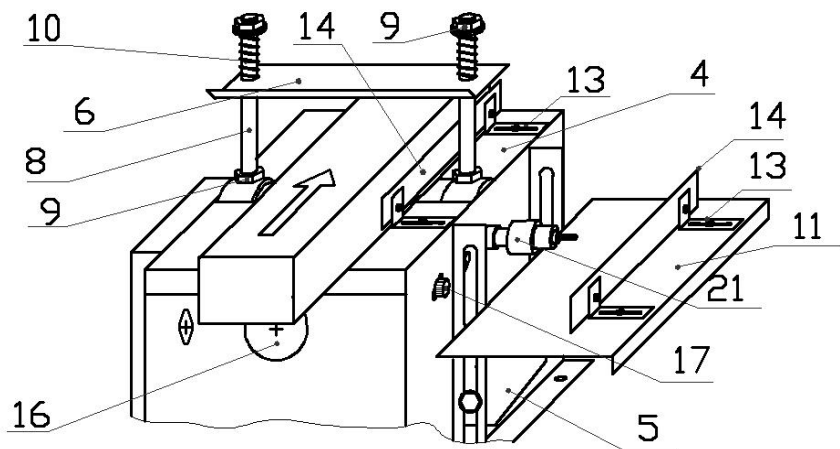
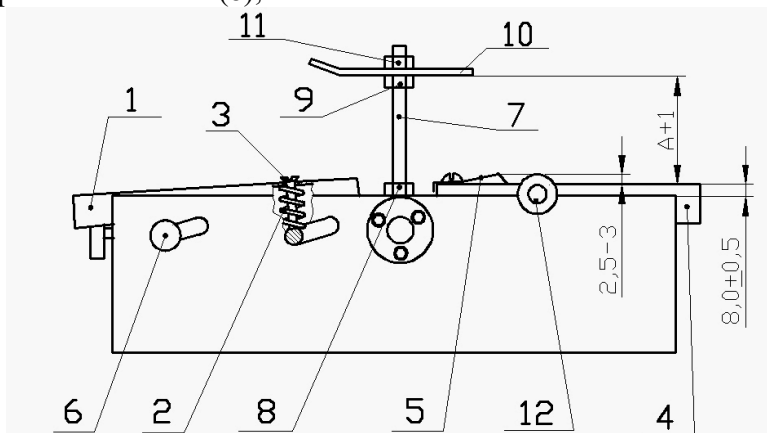
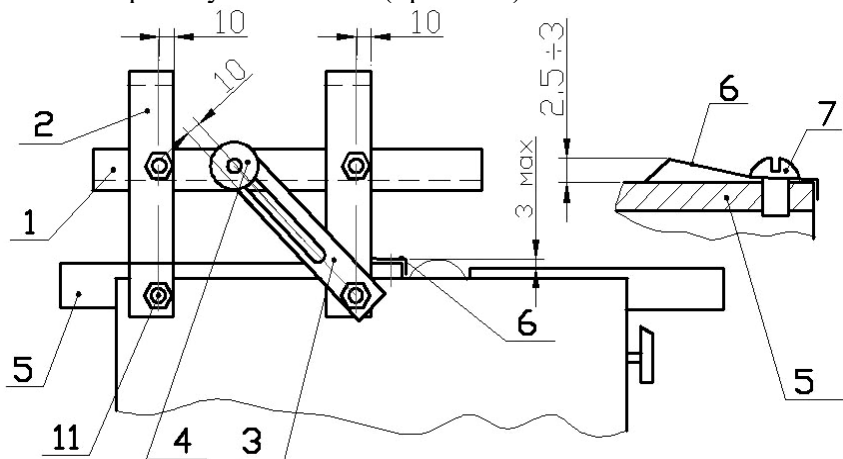

Рис. 6
Рис. 3
Рис. 4
4.3. Рейсмусное и концевое фрезерование, сверление. (Рис.6)
- Навернуть на конец вала сверлильный патрон (21);
- Установить на боковые уголки под валом кронштейны пыльного стола (5), пыльный стол (11), регулировочные уголки (13) и линейку (14). Отрегулировать необходимый размер обработки;
- Подавать материал при концевом фрезеровании и сверлении на конец сверла, при рейсмусном фрезеровании – между столом и фрезой вдоль направляющей линейки (14) не перегружая инструмент во избежание изгиба вала. **Внимание:** Вылет тела фрезы из патрона не должен превышать 30мм! Глубина резания – не более 15мм.
4.4. Пиление продольное, поперечное, под углом. (Рис.3, 7, 8, 9)
- **Рис.3:** Закрутить вниз винты (3) и подать штурвалом передний стол (1) в крайнее верхнее положение, установив его выше заднего стола (4) и ножей на 2-3 мм;
В случае острой необходимости проведения обычного строгания на модификациях Р и Р2 необходимо (см. Рис.3):
- Для модификаций Р - снять пружинную пластину (5);
- Для модификаций Р2 - снять подающий вал (12) с заднего стола (4) (если он установлен), для чего:
- разкрепить 4 болта крепления заднего стола к стенкам корпуса и снять задний стол (4);
- вынуть из стенок корпуса подающий вал (12) вместе с опорами;
- установить передний стол (1) штурвалом в крайне нижнее положение и зажать регулировочные винты (3);
- установить задний стол (4) на место параллельно стенкам корпуса в соответствии с размерами на Рис.3. При этом передний стол (1) должен иметь небольшой подъем ($1 \div 1,5$ мм) по отношению к заднему столу;
- Установить на задний стол (поз.4 на Рис.6) регулировочные уголки (13) и направляющую линейку (14) (при строгании под углом – дополнительно установить угловую линейку);
- Ввернуть шпильки (8) в опоры вала, и, не доводя до подшипников, законтрить их гайками (9), навернуть на шпильки гайки, одеть прижим (6), шайбы, пружины (10). Отрегулировать прижим (6) на требуемую высоту (на 5-10 мм меньше толщины материала) и поджать пружины гайками (9);
- Регулировку глубины строгания производить вращением штурвала (16), после чего фиксировать положение стола контрольным винтом (17) с правой стороны станка.
- Производить обработку, подавая материал вдоль направляющей линейки (14) «по волокну» материала, исключая подрыв материала;
При дальнейшем рейсмусовании – установить на место подающий вал или пружинную пластину и отрегулировать стол по Рис.3.
Операции, выполняемые на станке, показаны на Рис.3÷12.
4.1. **Рейсмусование. (Рис. 3).** (для всех модификаций Р)
- Проверить выставление ножей на 1,0 мм выше кромки заднего стола (4) и проворачиваемость строгального вала;
- Зажать (закрутить вниз) регулировочные винты (3);
- Установить передний стол (1) на $1 \div 2$ мм ниже заднего стола (4) штурвалом подачи переднего стола, после чего фиксировать положение стола контровочным винтом (6) с правой стороны станка;
- Отпустить винты (3) на 5 мм вверх (на 3мм выше заднего стола) и проверить подвижность переднего стола вверх и вниз под действием пружин (2) нажатием руки; в случае необходимости подрегулировать размер винтами (3);
- Ввернуть в опоры вала шпильки (7) и, не доводя до подшипников, законтрить их гайками (8);
- **В случае применения устройства быстрой регулировки размера рейсмусования (УБР)** (для модификаций К), установите его в соответствии с Инструкцией по сборке УБР и **Рис.4.**
- Положите на передний стол обрабатываемый материал и прижмите его рейсмусным столом (1) УБР, после чего затяните гайки (4) крепления рейсмусного стола;
- При необходимости подрегулируйте размер рейсмусования, перемещая рейсмусный стол УБР (поз.1 на Рис.4) или прижим (поз.10 на Рис.3) вниз или вверх;
- Толщину срезаемого слоя регулировать штурвалом подачи переднего стола, двигая стол вперед или назад. После регулировки обязательно зафиксировать передний стол винтом (6).
В модификации Р2: Пружинная пластина (5 на Рис.3; 6 на Рис.4) не устанавливается. В случае проскальзывания доски по обрезиненному валу (12 на Рис.3) следует опустить ножи ниже от плоскости заднего стола (4 на Рис.3), а, при тугом вращении вала, соответственно, поднять ножи выше.